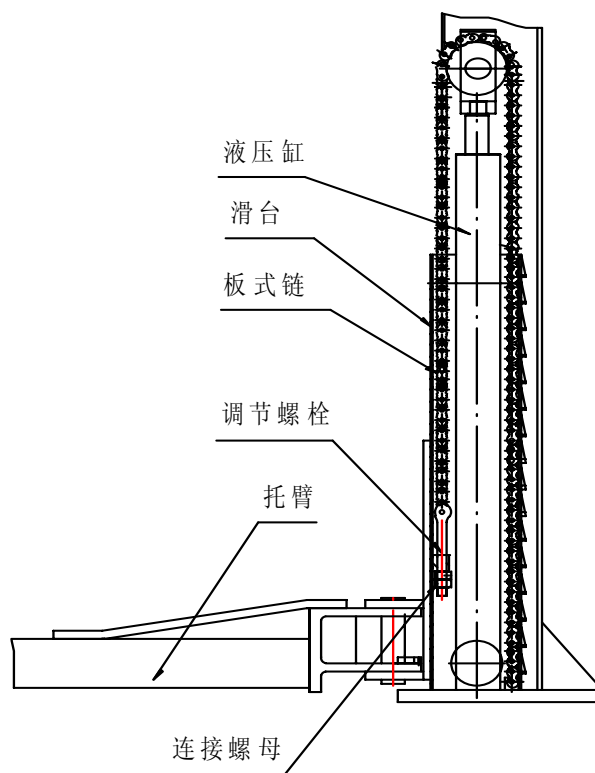

图 4
- 检查液压缸与滑台间的连接是否正常，板式链和滑台的连接螺母是否松动，脱落。见图 4。